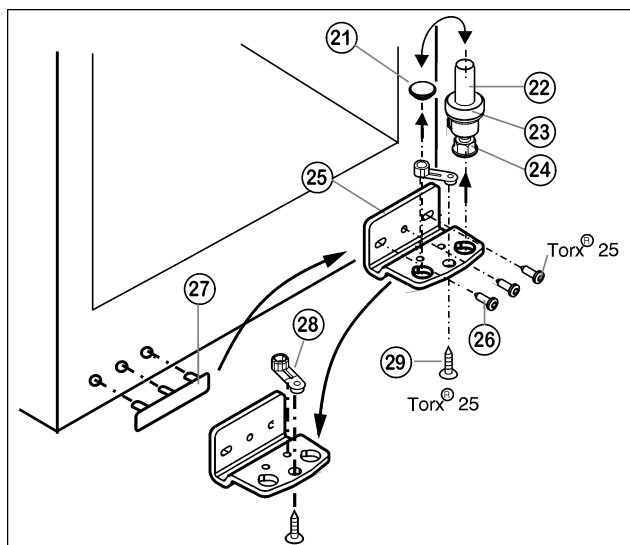

Fig. 6
- Извлеките опорный винт Fig. 6 (22) в комплекте с шайбой Fig. 6 (23) и регулируемой опорой Fig. 6 (24), вытягивая его вверх.
- Снимите пробку Fig. 6 (21).
- Открутите Fig. 6 (26) опорный кронштейн Fig. 6 (25).
- Открутите Fig. 6 (29) опорную деталь Fig. 6 (28) и, переставив в отверстие на противоположной стороне опорного кронштейна, снова прикрутите.
- Осторожно снимите и переставьте на противоположную сторону крышку со стороны ручки Fig. 6 (27).
- Снова прикрутите опорный кронштейн Fig. 6 (25) на новой стороне шарнира (**с моментом 4 Нм**). При необходимости используйте аккумуляторный шуруповёрт.
- Переставьте пробку Fig. 6 (21) в свободное отверстие.
- Вновь установите опорный винт Fig. 6 (22) в комплекте с шайбой и регулируемой опорой. При этом фиксатор должен быть направлен назад.
- ▶ Установите дверцу сверху на нижний опорный палец Fig. 6 (22).
- ▶ Установите верхний опорный кронштейн (12) на новой стороне шарнира и защелкните в дверце.
- ▶ Прикрутите верхний опорный кронштейн (12) (**с моментом 4 Нм**) (2 шт. Torx® 25) (13). При необходимости сделайте отверстия или используйте аккумуляторную отвертку.
- ▶ Защёлкните крышку (10) и крышку (11) на противоположной стороне.
- ▶ При необходимости выровняйте дверцы через два продольных паза в нижнем опорном кронштейне Fig. 6 (25) параллельно корпусу устройства. Для этого выкрутите средний винт.